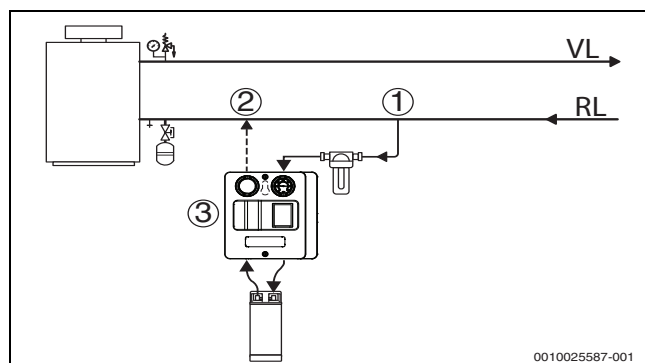
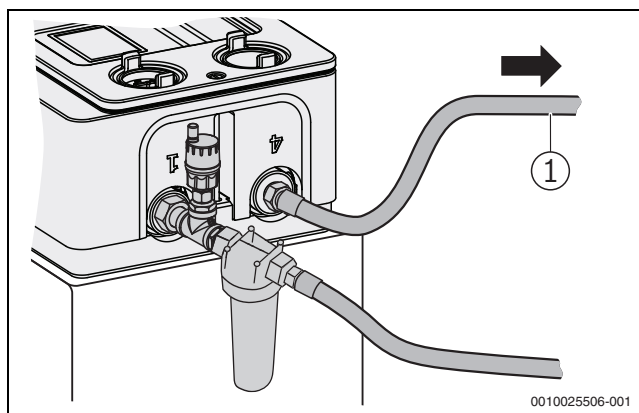

Bild 6 Anschlusschema Bypassentsalzungsmodul
Bild 8 Wasserfilter und Rücklauf anschließen
Das Modul wird gemäß Anschlusschema (→Bild 6) und den folgenden Vorgaben in die Heizungsanlage integriert:
- ▶ Wasserfilter mit Automatik-Entlüfter an das Modul (Anschluss 1) anschließen. Dichtungen verwenden. (→Bild 8)
- ▶ Ersten Anschlussschlauch an den Filtereingang anschließen (Dichtung verwenden), jedoch nicht mit der Heizungsanlage verbinden. Offenes Ende in die Nähe des Bodenablaufs oder gegebenenfalls in ein Auffanggefäß oder in die zweite Transport-Box legen. (→Bild 8)
- ▶ Zweiten Anschlussschlauch zur Rückführung des Heizwassers am Modul (Anschluss 4; →Bild 8) anschließen und mit der Heizungsanlage verbinden (→ Bild 6). Dichtungen verwenden.